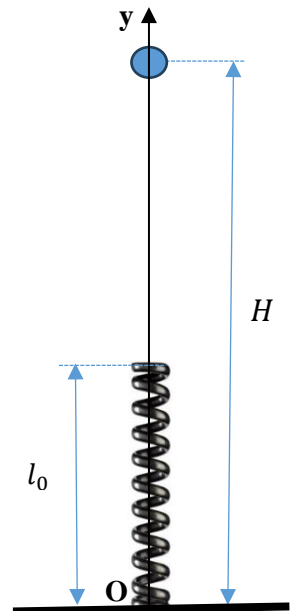

Figura 7
A) (5,5 p) Un resort de lungime nedeformată $l_0 = 1,0$ m, constantă elastică $k = 10$ N/m și masă neglijabilă, are capătul inferior fixat de o suprafață orizontală. Resortul este plasat de-a lungul axei Oy (figura 7). De la înălțimea H , măsurată față de suprafața orizontală, este lăsat să cadă liber un corp de masă $m = 100$ g. Corpul se deplasează în lungul axei Oy și cade pe resort. Se consideră accelerația gravitațională $g = 10$ m/s², iar frecările cu aerul se neglijează.